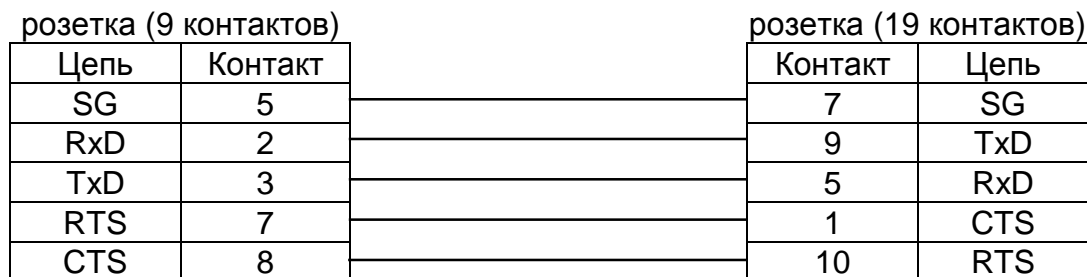
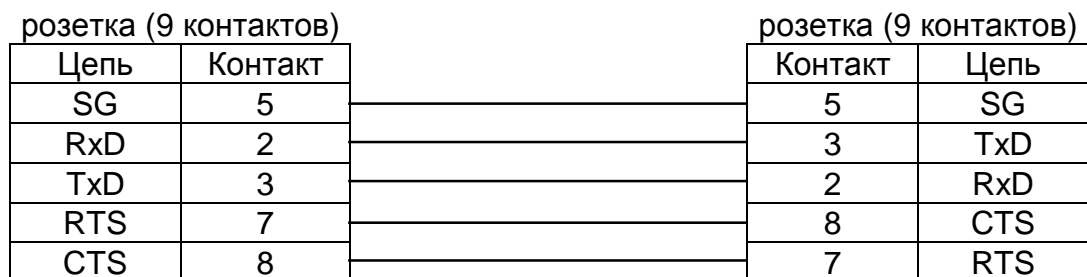

Рис. 3
Рис. 4
Разъем ХР1 предназначен для подключения кабеля К1 (соединение адаптера и СТД) или кабеля К2 (соединение адаптера и ПК). Схемы кабелей приведены на рис. 3 и рис. 4. Длина кабеля не должна превышать 2 м.
1. Если в счетчике СТД для интерфейса RS-232 используется разъем DB–9M (9-контактная вилка), то схемы кабелей K1 и K2 совпадают и соответствуют рис. 4.